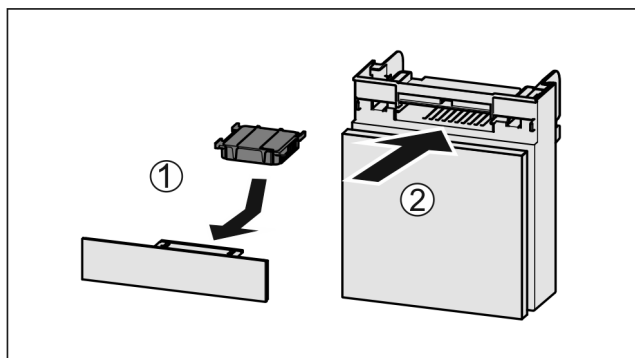

Fig. 35
- ▶ Insérer le filtre à charbon actif d'après le schéma Fig. 35 (1).
- ▶ Insérer le compartiment Fig. 35 (2).